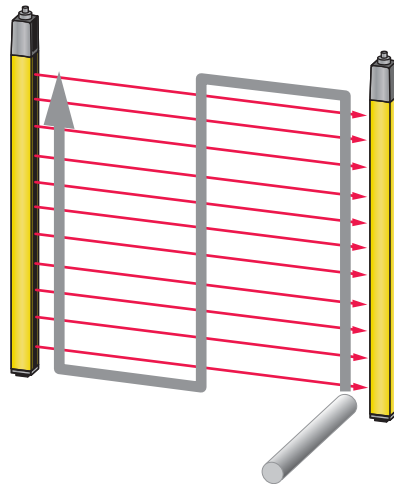

Bild 9.1: Prüfen der Schutzfeldfunktion mit Prüfstab (nur für Sicherheits-Lichtvorhänge mit einer Auflösung von 14 ... 40 mm)
↳ Unterbrechen Sie einen aktiven Lichtstrahl mit einem dafür vorgesehenen Testkörper bei laufendem Betrieb (siehe Bild 9.1). Wird die Gefahr bringende Bewegung umgehend stillgesetzt?
- ↪ Unterbrechen Sie alle Lichtstrahlen in verschiedenen Abständen von Sender und Empfänger mit dem Prüfstab von einem Standpunkt außerhalb des Gefahrenbereichs (siehe Bild 9.1) und stellen Sie sicher, dass die Maschine bei unterbrochenem Lichtstrahl nicht gestartet werden kann.